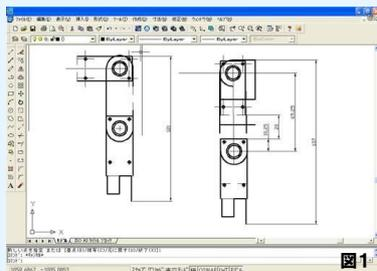

図1
- ・製作上での計算の不要(図1)
- ・2次元のため2方向(正面・横)からの完成の様子が見えない(図1)